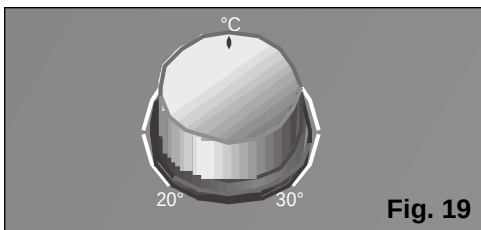

Fig. 19
- ☐ Coloque o termostato à temperatura desejada, **Fig. 19**. Se o equipamento se desligar automaticamente porque o quarto alcançou a temperatura seleccionada será necessário esperar até que a temperatura ambiente suba 2-3°C para que entre novamente em funcionamento.